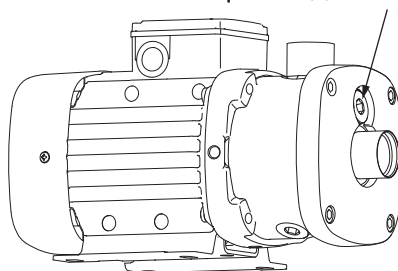

Рисунок 3. Положение заливного отверстия.
3. Открутите пробку заливного отверстия (рисунок 3).